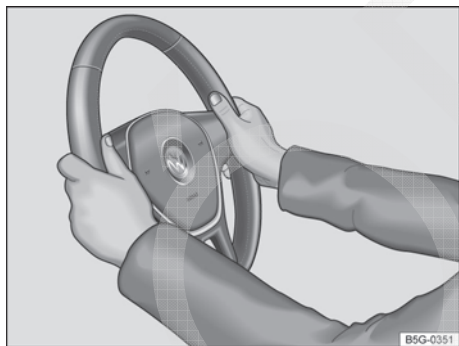

Fig. 61 No volante: posição 9 e 3 horas.
- Ajustar o volante de modo que o condutor possa segurá-lo pela borda externa com as duas mãos e os braços ligeiramente dobrados (posição das 9h e 3h → Fig. 61).